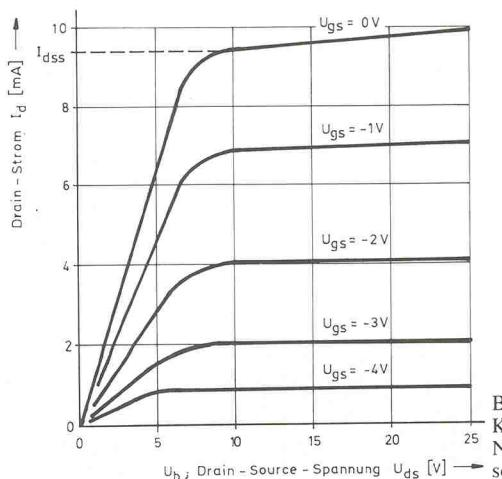

Bild 1. Typisches Kennlinienfeld eines N-Kanal-Sperrsicht-FETs.
d.h. bei Gate-Spannung Null fließt der maximale Strom. Der Stromfluß verringert sich jedoch oder 'verarmt', wenn an das Gate eine gegen die Source negative Spannung gelegt wird; dies geht auch aus dem in Bild 1 angegebenen Kennlinienfeld für einen N-Kanal-Sperrsicht-FET hervor.